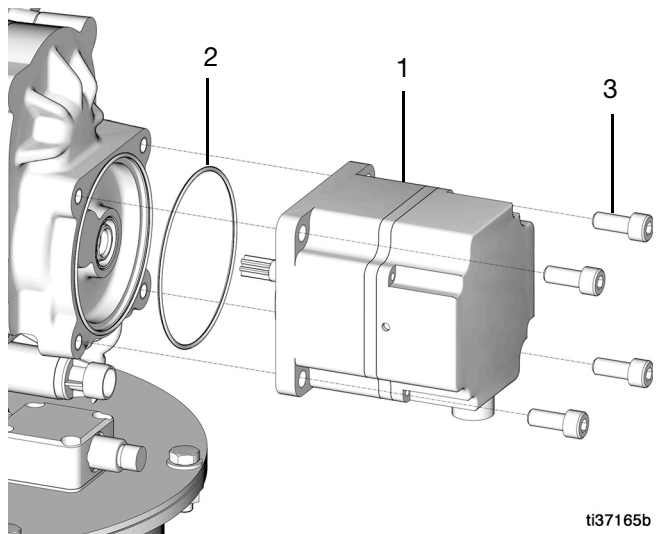

図 72
32. Oリング (2) を配置し、4 つのボルト (3) でモーター (1) をポンプに取り付けます (11 ft-lb/14.9 N•m のトルク) (図 72)。